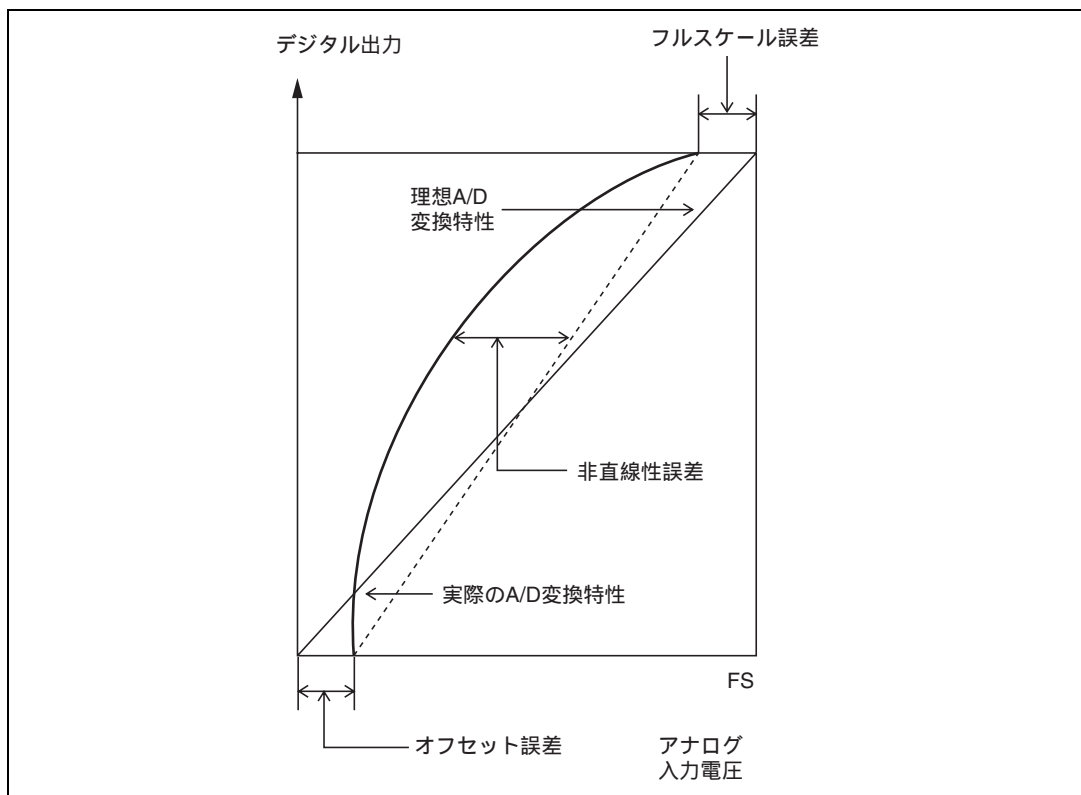

図 15.10 A/D 変換精度の定義 (2)
- オフセット誤差.....デジタル出力が最小電圧値 000000000 から 000000001 に変化するときのアナログ入力電圧値の理想 A/D 変換特性からの偏差 (図 15.10)。
- フルスケール誤差...デジタル出力が 111111110 から 111111111 に変化するときのアナログ入力電圧値の理想 A/D 変換特性からの偏差 (図 15.10)。